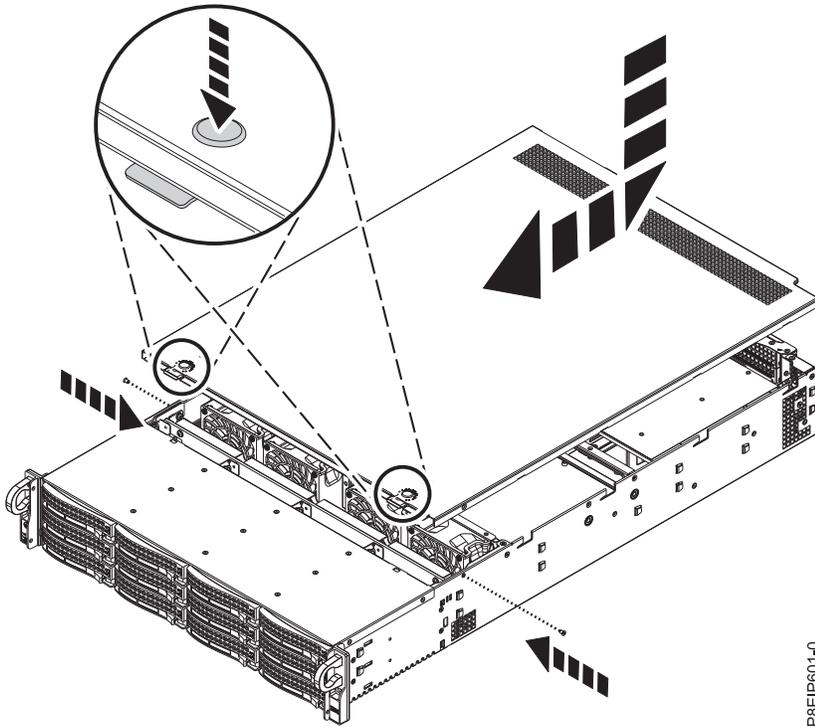

Figura 73. Sustitución y fijación la cubierta
2. Deslice la cubierta hacia adelante hasta que encaje en su sitio, como se muestra en la Figura 73.